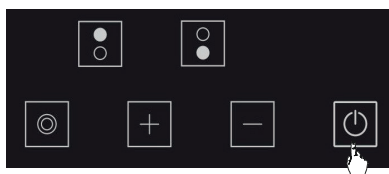

Figure 11
**1.** Vous pouvez éteindre la cuisinière en appuyant sur le bouton **⏻**. (Voir Fig. 11)